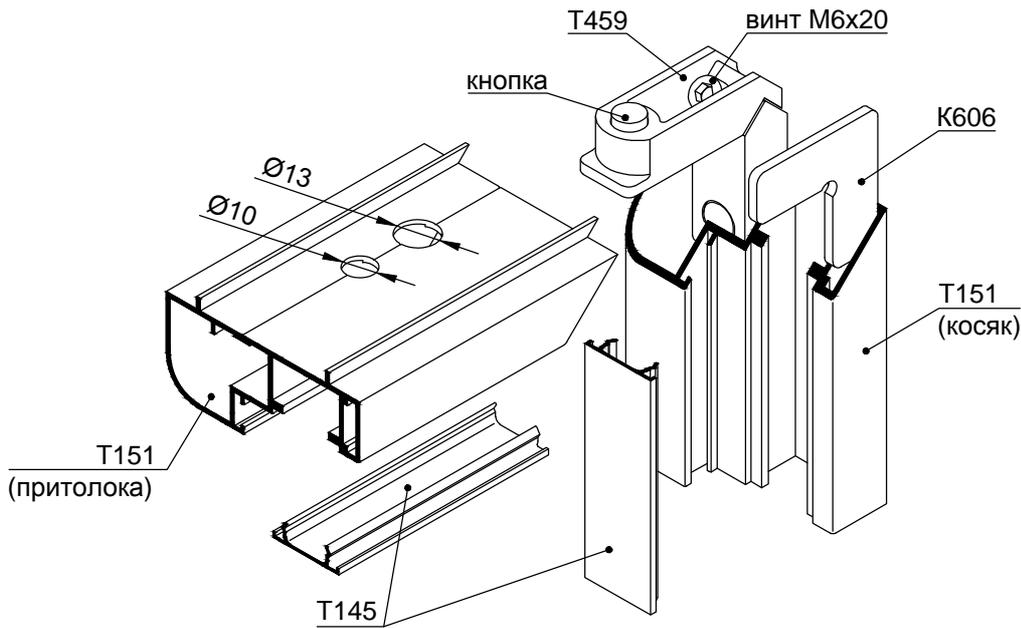

Рис. 6.3.1
3. Установить в косяк уголок К606 и соединитель Т459 головкой винта М6х20 наружу (см. рис. 6.3.1). Кнопку на угловом соединителе необходимо совместить с отв. Ø10 мм в косяке;